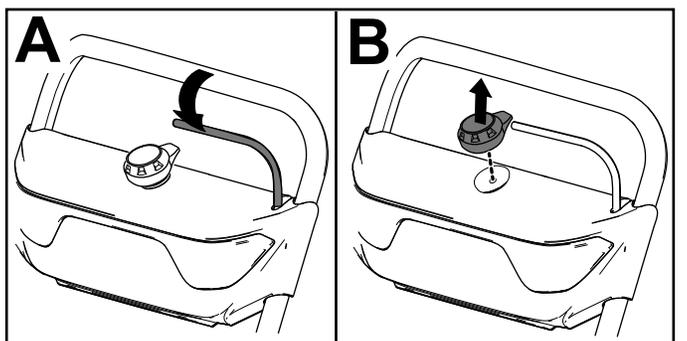

Figura 12
1. Rilasciate la barra (A della Figura 12).
2. Rimuovete il pulsante di avviamento elettrico dall'avviatore elettrico (B della Figura 12).